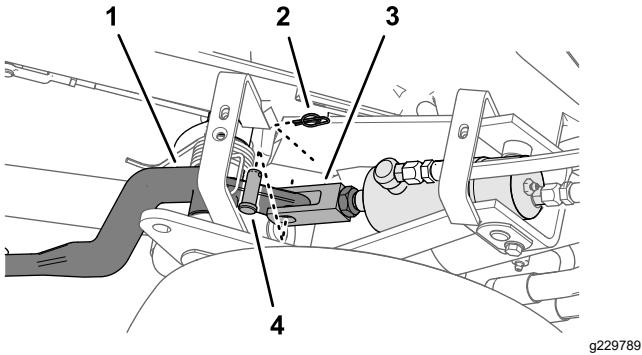
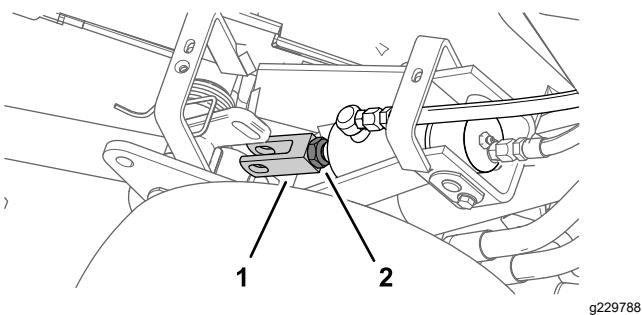

Figura 53
Figura 54
3. Afloje la contratuerca que sujeta la horquilla al cilindro de la unidad de corte que debe ser ajustada (Figura 53).
4. Retire la chaveta y el pasador de horquilla (Figura 53)
5. Gire la horquilla hasta obtener la altura deseada (Figura 54).
6. Monte la horquilla en el brazo de elevación con el pasador de horquilla y la chaveta, y apriete la contratuerca (Figura 53 y Figura 54).